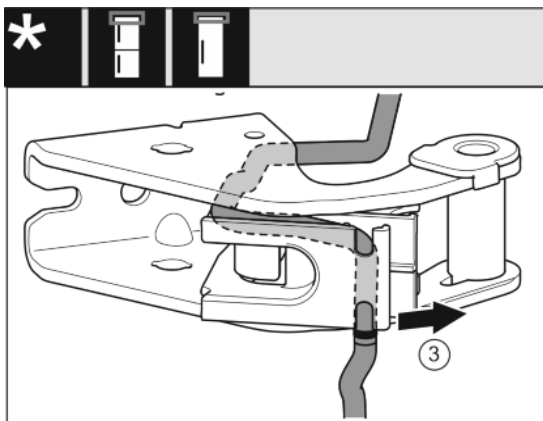

Fig. 14
- ▶ Kabel aus der Führung lösen. Fig. 14 (3)